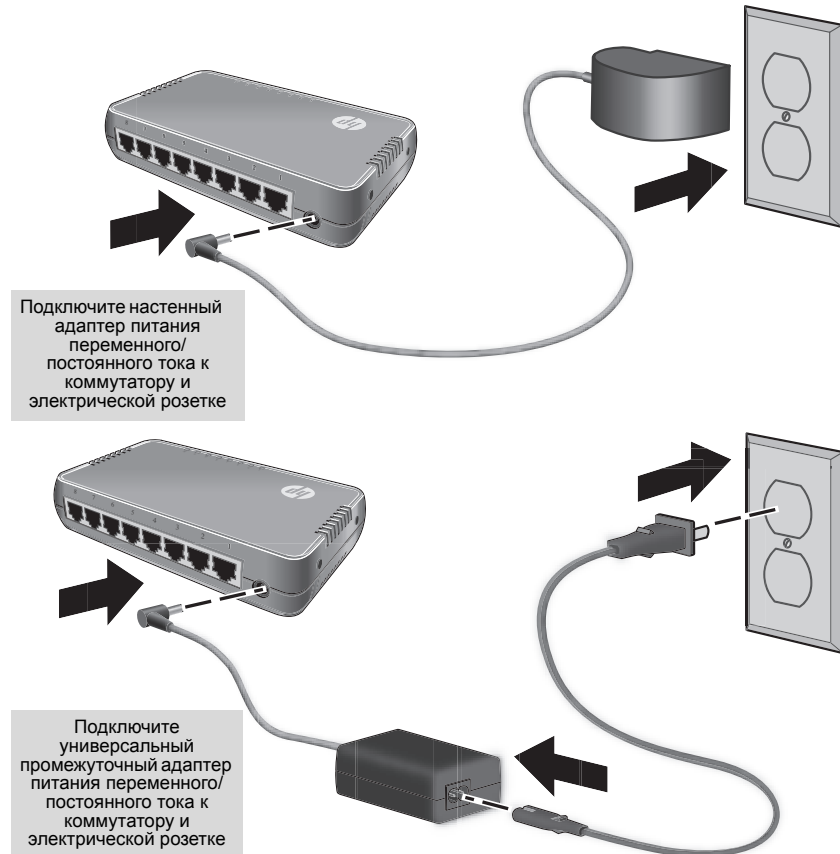

Рис. 2-1. Подключение адаптера питания коммутатора
1. Подсоедините кабель питания адаптера переменного/постоянного тока к коммутатору, а затем подключите адаптер к расположенному рядом источнику питания, как показано на Рис. 2-1 на стр. 2-4.